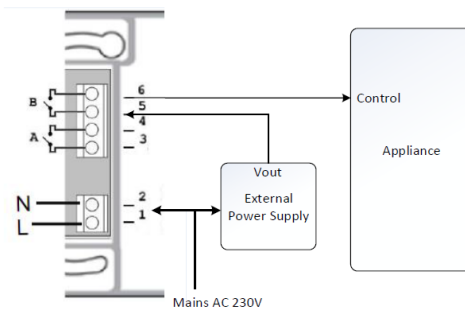

Afbeelding 4: De aansluitingen van de potentiaalvrij contactschakelaar
5. Sluit de draden van het te schakelen apparaat aan op de klemmen (zie *Afbeelding 4*, *Afbeelding 5* en *Afbeelding 6*):